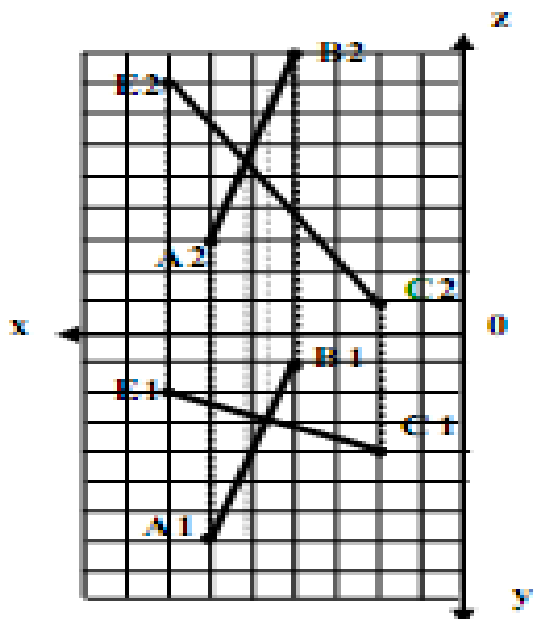

Рисунок 2.3 – Перехресні прямі
**2.3.** Визначимо характер взаємного положення двох прямих AB і CE (координати точки E –7,2,8) (рис. 2.3). З креслення видно, що точки перетинання проекцій прямих AB і CE не лежать на одній лінії зв'язку. Тому ці прямі – перехресні.